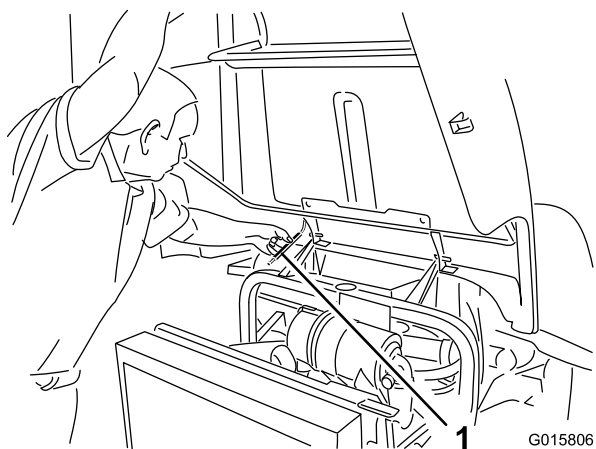

図 24
2. フレームチューブの下に支え棒が入る高さまでフードを持ち上げる **図 24**。